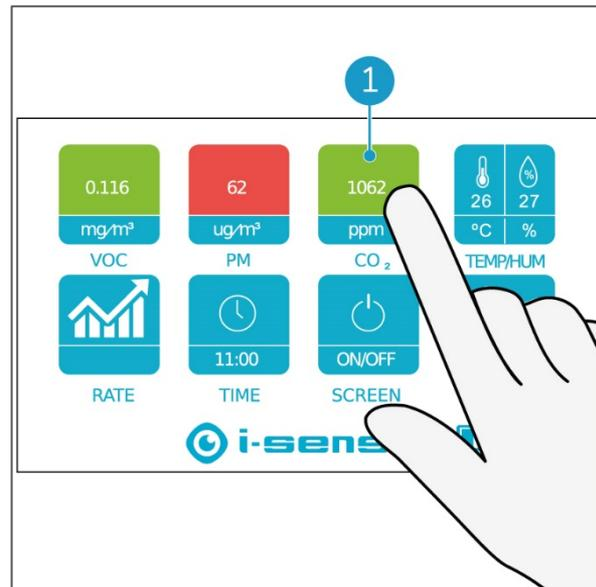

Figura 14
1. Tocca il pulsante CO2 (Figura 14, pos 1) con il dito.